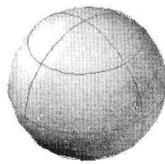
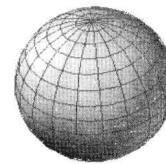

图 8-2-7
图 8-2-8
(1) 在“建模”面板中单击向下三角形按钮，在弹出的列表中选择“球体”按钮。
(2) 命令行提示“指定中心点或 [三点(3P)/两点(2P)/切点、切点、半径(T)]”，在视图中单击，确定球心位置。
(3) 命令行提示“指定半径或 [直径(D)] <423.3387>”，输入半径的值“50”，按Enter键。或在视图中移动鼠标，拖出一条直线，直线的长度作为球体的半径。
(4) 创建的球体，如图 8-2-7 所示。
(5) 输入系统变量“isolines”，按Enter键。
(6) 命令行提示“输入 ISOLINES 的新值 <4>”，输入“20”，按Enter键。
(7) 执行菜单命令“视图 / 重生成”，按新的线框密度 ISOLINES 值为 20 重新生成球体，如图 8-2-8 所示。球体的线框密度越大，显示结果越逼真，越光滑且没有棱角，但占用的系统资源也越多，会降低系统运算速度。